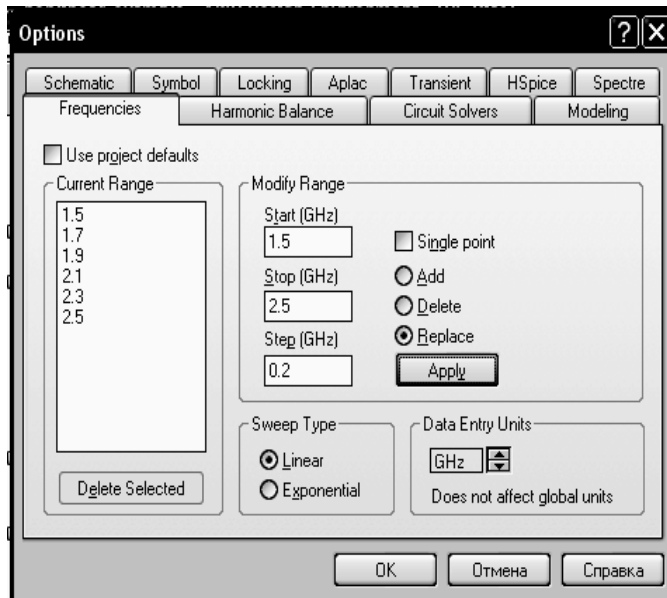

Рис. 3.12
нажмите **Apply** (Применить). Диапазон частот отображается в окне списка **Current Range** (см. рис. 3.12). Нажмите **OK**.
2. Щёлкните правой кнопкой мышки по подгруппе **DC BIAS** и выберите **Options**. Откроется диалоговое окно **Options** (рис. 3.12).